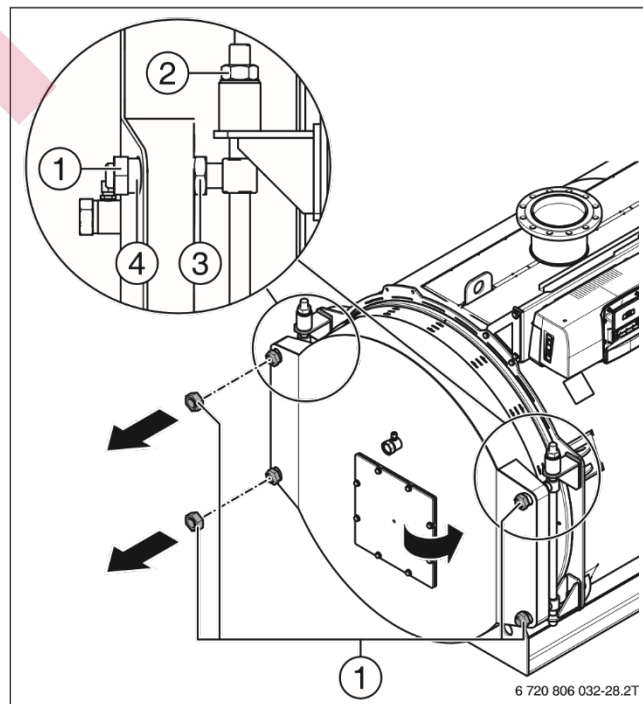
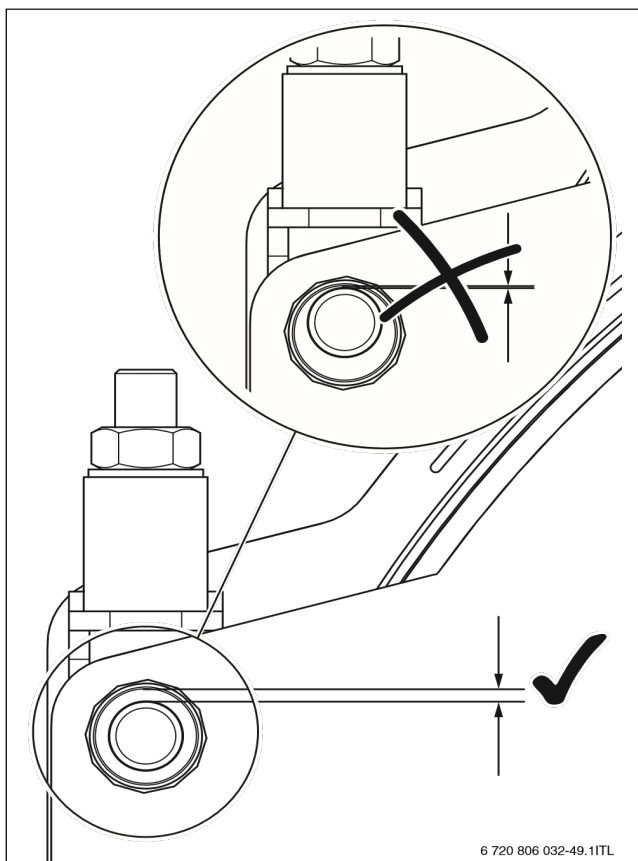

Рисунок 12 Открытие двери котла
Рисунок 13 Положение двери котла и оси шарнира
- Подсоедините обратную линию системы отопления к месту её подключения на котле (→Рисунок 12, стр. 22 и Рисунок 13, стр. 22, [3]).
- Подсоедините подающую линию системы отопления к месту её подключения на отопительном котле (→Рисунок 12, стр. 22 и Рисунок 13, стр. 22, [1]).
- Закрепите предохранительный клапан четырьмя болтами на подключении подающей предохранительной линии VSL (→ Рисунок 12 и Рисунок 13 [2]).
Точка замеров находится сверху на корпусе котла (→Рисунок 12, стр. 22 и Рисунок 13, стр. 22)